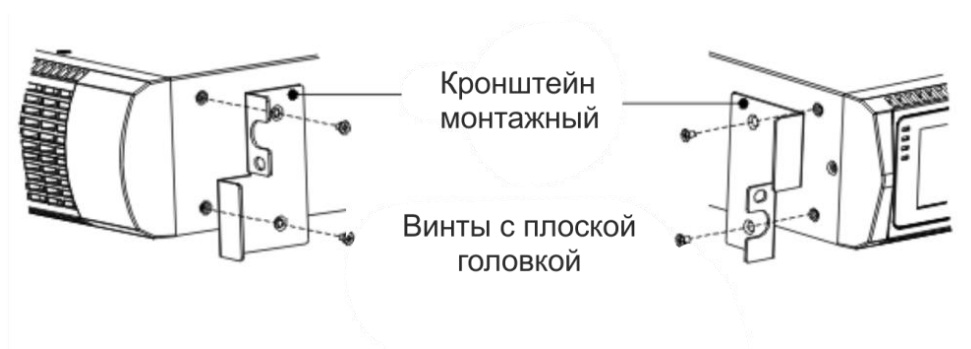

Рисунок 5 – Установка монтажных кронштейнов
7. Совместите монтажные кронштейны с отверстиями для винтов на каждой стороне ИБП и закрепите с помощью прилагаемых винтов с плоской головкой (см. рисунок 5).